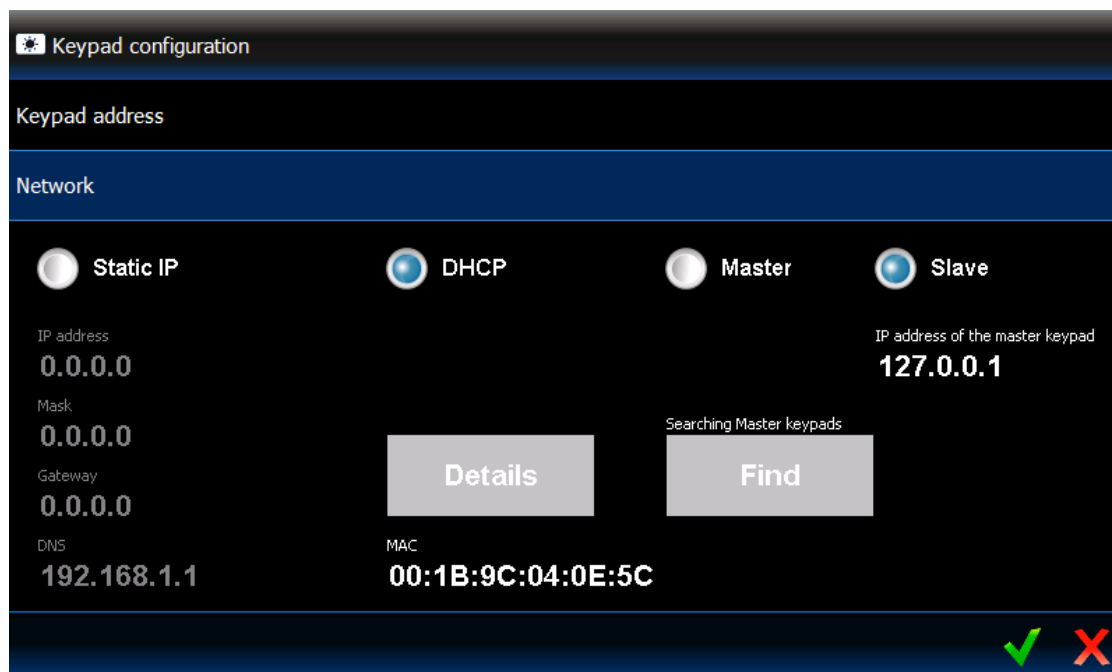

Рис. 6. Сетевые настройки клавиатуры после выбора опции «Slave».
5. Выберите опцию «Slave» (см.: рис. 6).